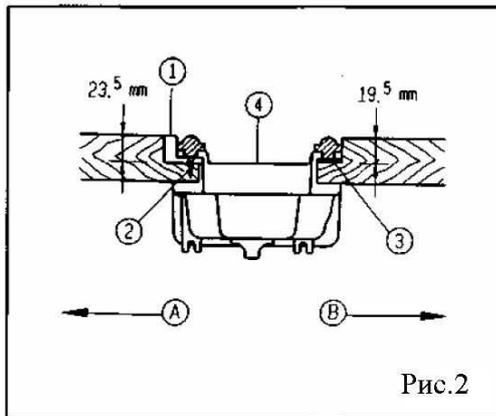

Рис.2
2. Используйте шурупы 2, показанные на рисунке, для фиксации двух резиновых опор 1 со стороны оператора (сторона А). Используйте резиновую основу для фиксации двух прокладок 3, помещенных на стороне В. Поместите масляный лоток 4 на неподвижную основу (Рис.2).